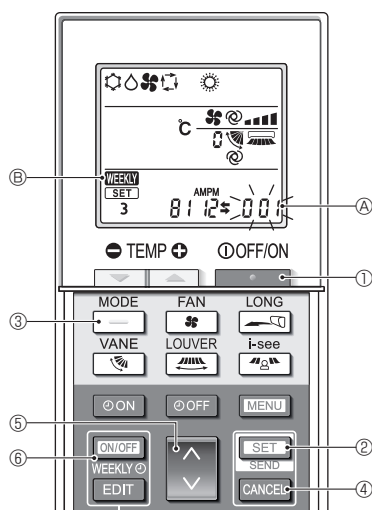

Fig. 4-12
- Appuyez sur la touche ②.
4.12.8. Désactivation du mode AUTO (Fig. 4-12)
- Appuyez sur la touche ① pour arrêter le climatiseur.
- Si la minuterie hebdomadaire est activée, appuyez sur la touche ⑥ pour la désactiver. (⑥ disparaît.)
- Appuyez sur la touche ② pendant 5 secondes.
- L'appareil passe en mode de réglage des fonctions. (Le numéro de réglage du modèle (A) clignote.)
- Appuyez sur la touche ④.
- Achèvement des réglages (Fig. 4-12)